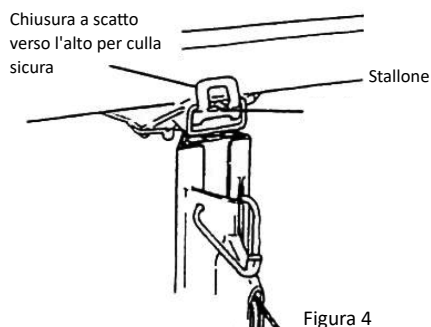

Figura 4
- Far scorrere le piastre coniche dei bracci trasversali nelle prese coniche della culla. (Figura 4)